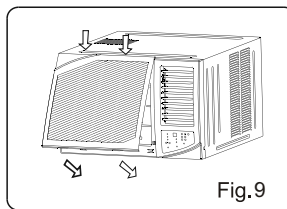

Fig.9
2. 對齊扣位安裝前面板，正確安裝好后可聽到"click聲音"。(見 Fig9).